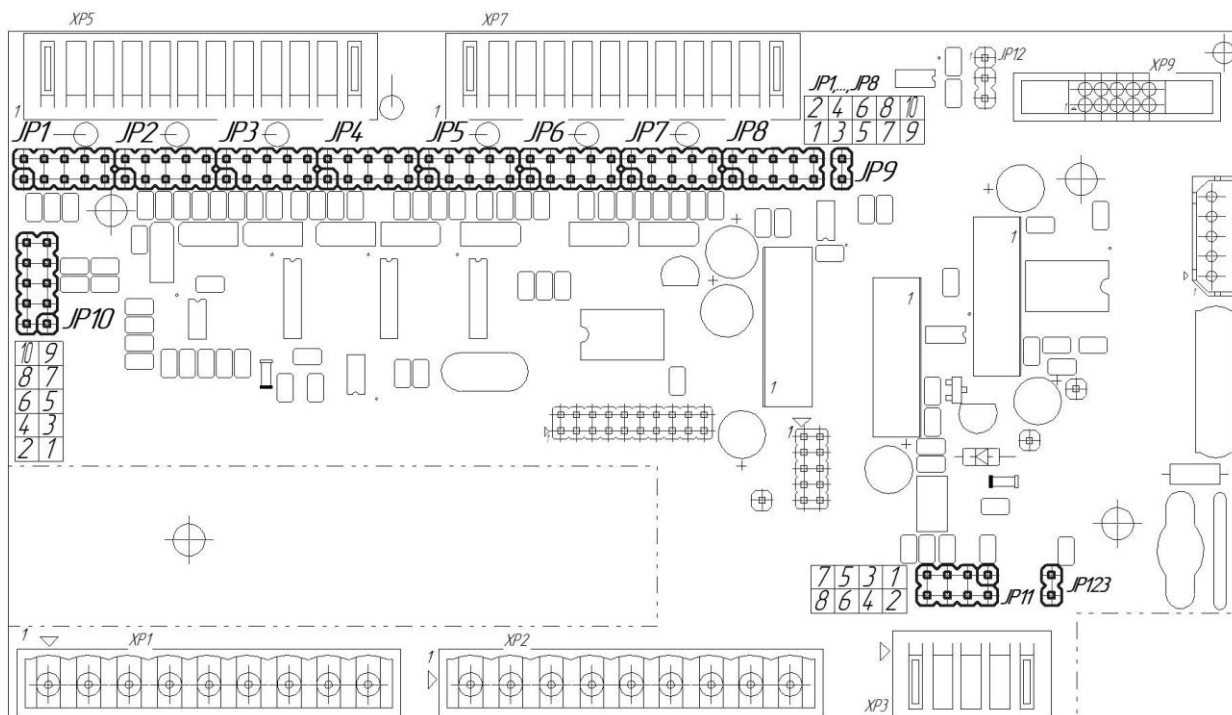

Рисунок 4.6 – Положение перемычек на плате входов
- положения переключателей на плате процессора (установленной внутри регулятора) – см. рисунок 4.6.